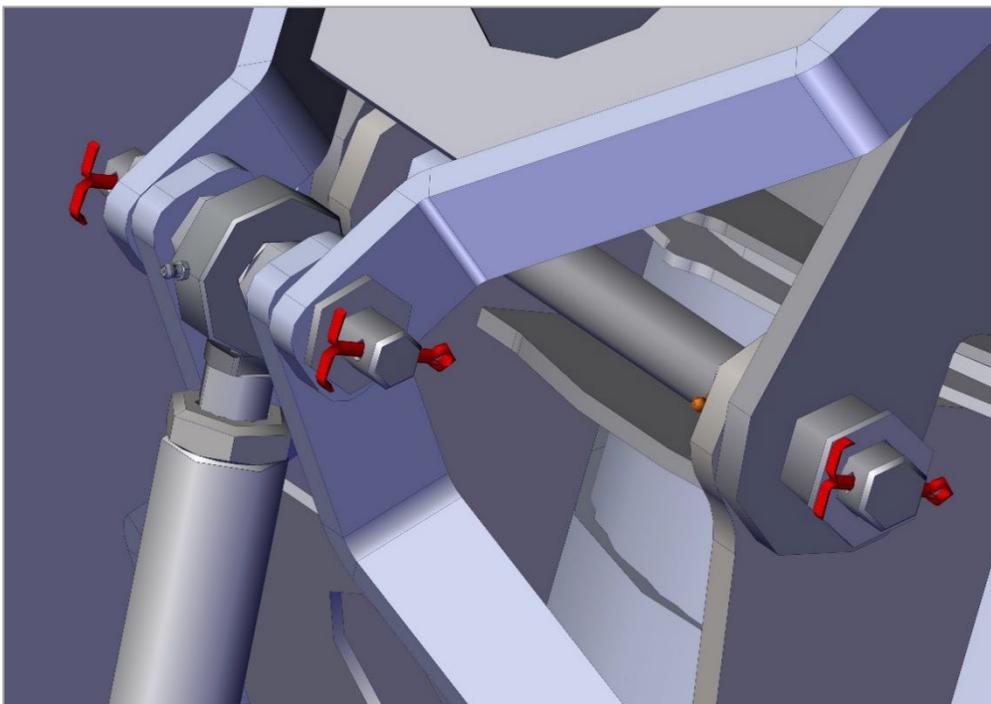

Рис. 32.2. Установка шплинтов.
4. Установить шплинты (Рис. 32.2).